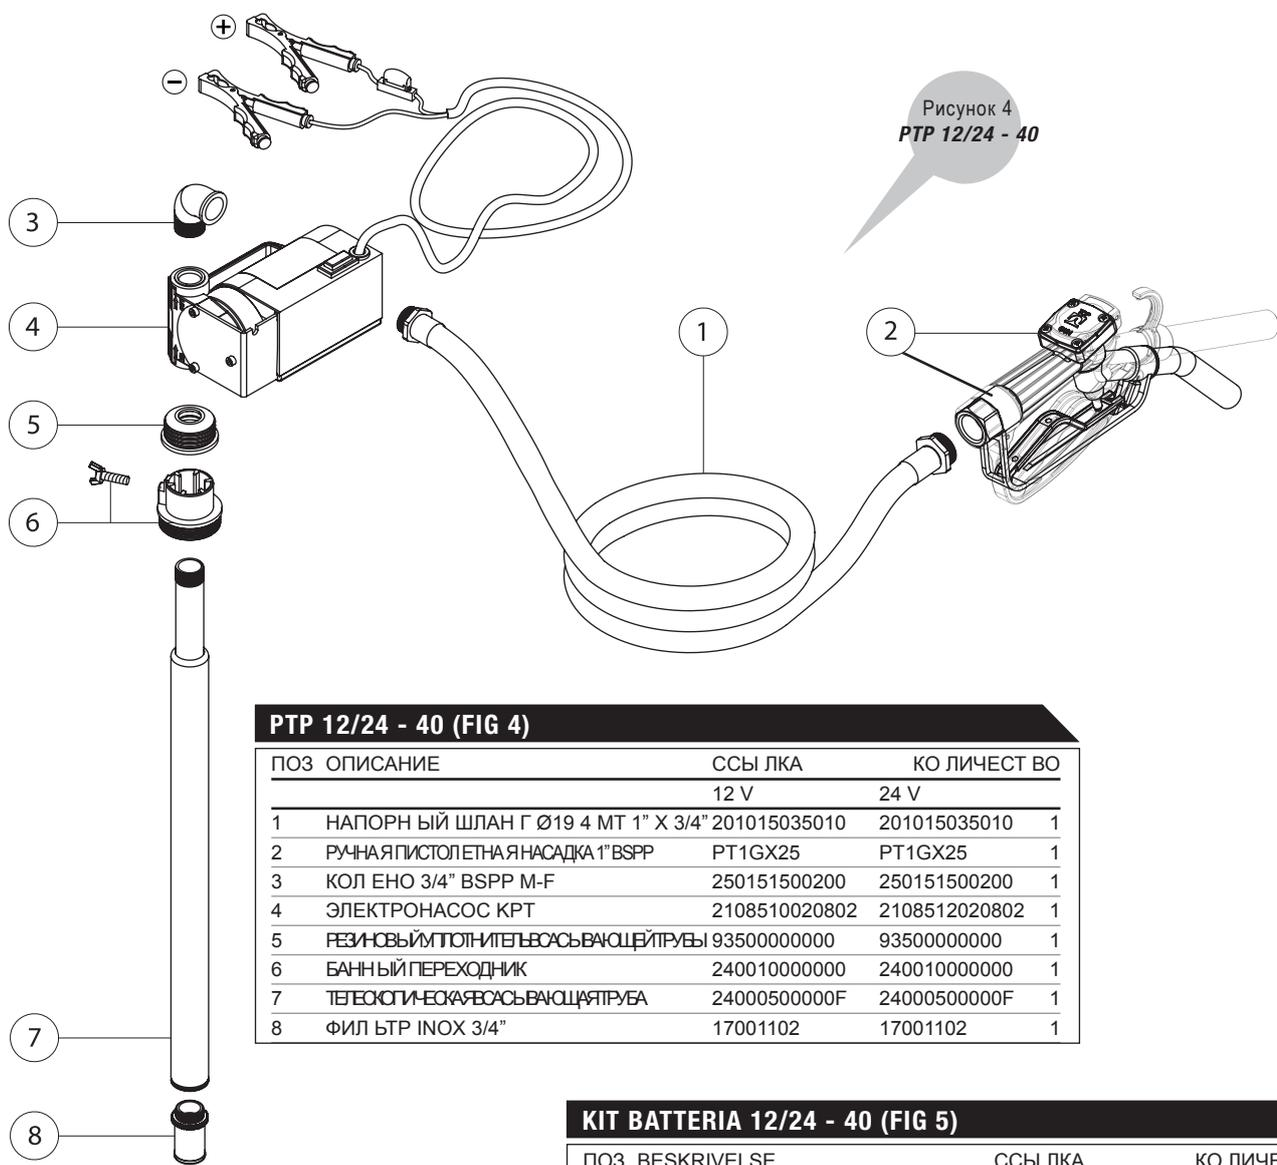

Рисунок 4
**PTP 12/24 - 40 (FIG 4)**
## ТЕХНИЧЕСКОЕ ОБСЛУЖИВАНИЕ (см. рис. 4, 5 и 6)
## ПРОБЛЕМЫ ПРИ РАБОТЕ (СМ. РИС. 4, 5 И 6)